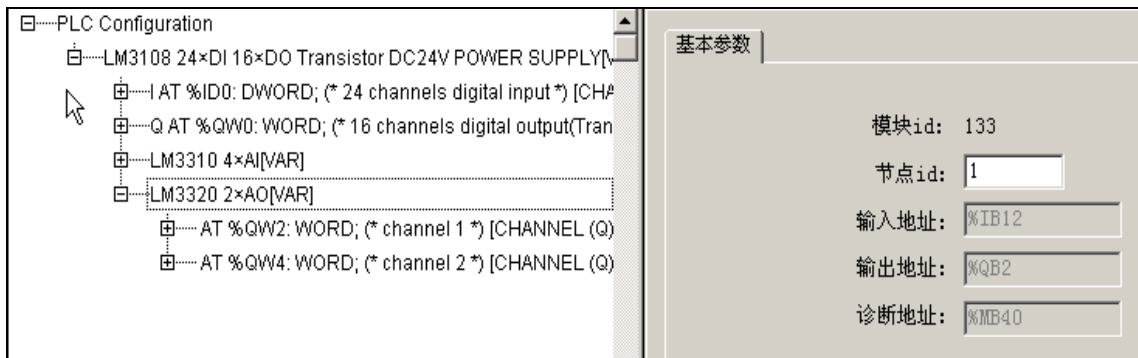

图 5-1-2
例中 Address 处的输入值应与图 5-1-2 中 PLC 配置表中鼠标处的节点 id 一致。
- 在调用 Analog_OUT 指令之前，先要进行 PLC 配置（如图 5-1-2 所示）和添加库文件 Hollysys_PLC_Analog.lib。